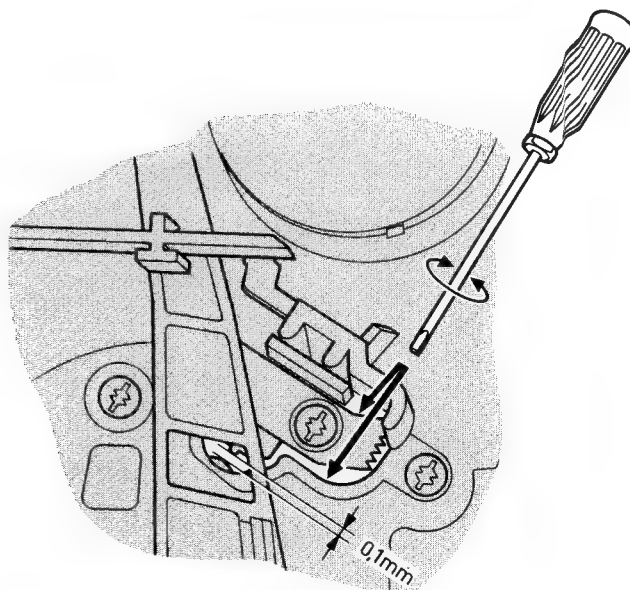

Bild 2-6
- Der Abstand zwischen dem Tachokopf Pos. 273 und dem Innenrand des Schwungrads Pos. 262 muss auf $0,1 \pm 0,04$ mm eingestellt werden (Bild 2-6).